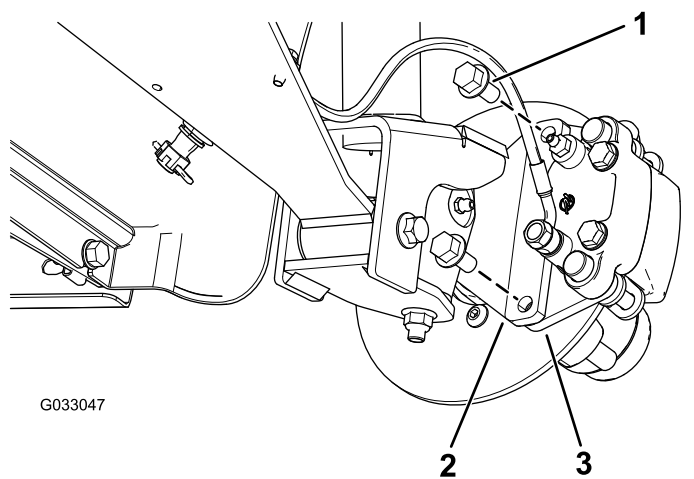
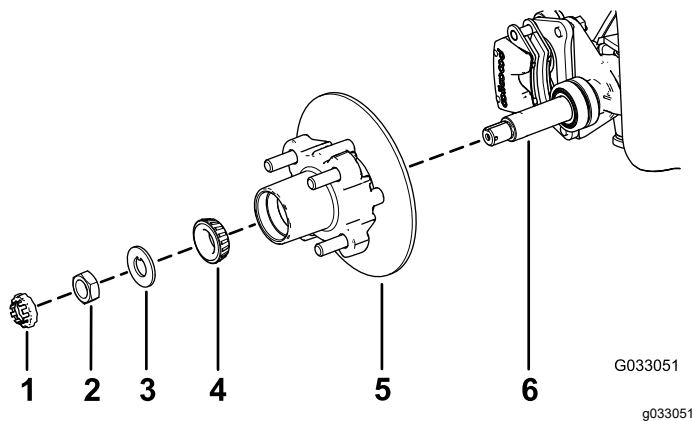

Figure 22
Figure 26
3. Retirez les boulons à embase ($\frac{3}{8} \times \frac{3}{4}$ po) qui fixent le support du frein à la fusée et séparez le frein de la fusée (Figure 22).
1. Appliquez une fine couche de la graisse spécifiée sur la fusée (Figure 26).
2. Montez le moyeu et le disque sur la fusée, en plaçant le disque à l'intérieur (Figure 26).
3. Montez le roulement extérieur sur la fusée et poussez-le contre la bague extérieure (Figure 26).
4. Placez la rondelle à languette sur la fusée (Figure 26).
5. Vissez l'écrou de fusée sur la fusée et serrez-le à 15 N·m (11 pi-lb) tout en tournant le moyeu pour asseoir le roulement (Figure 26).
2. Placez les plaquettes de frein de chaque côté du disque (Figure 22), puis alignez les trous du support d'étrier et les trous du support de frein sur le porte-fusée (Figure 26).
3. Fixez le support d'étrier au porte-fusée (Figure 22) à l'aide des 2 boulons à embase ($\frac{3}{8}$ x $\frac{3}{4}$ po). Serrez les 2 boulons à embase à un couple de 47 à 54 N·m (35 à 40 pi-lb).